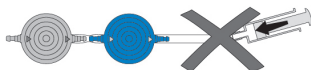

Fig. 25: Éviter une mise sous pression
- ▶ Il faut éviter une mise sous pression à l'aide d'une seringue à usage unique, aussi bien à l'extrémité proximale qu'à l'extrémité distale (Fig. 25).